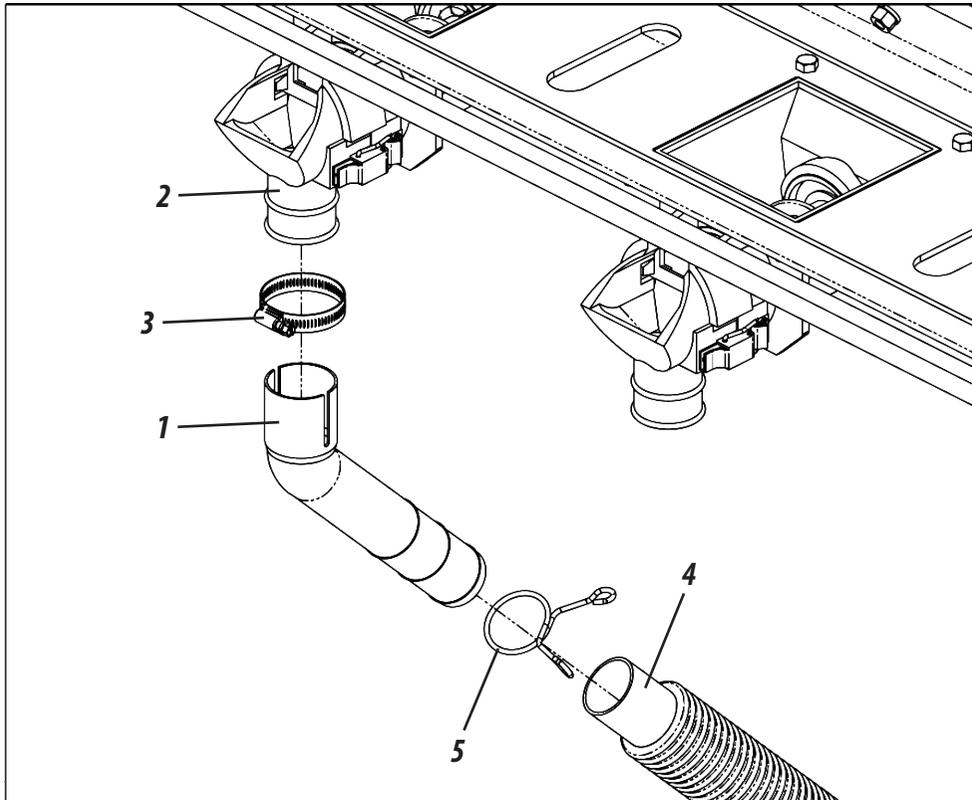

Figura 32
Para conduzir o fertilizante do distribuidor até o solo, encaixe as bicas em grau (1) nas saídas do condutor fertisystem (2) através das presilhas (3). Em seguida, coloque os mangotes (4) nas bicas em grau (1) através das presilhas (5), conforme mostra a figura 32.